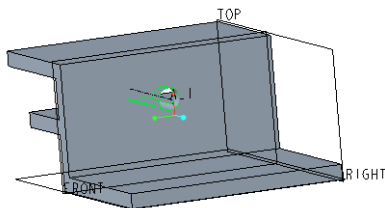

图 4-7 创建一个简单直孔
- 8 在“孔”选项卡中单击“完成”按钮, 完成该简单直孔的创建，如图 4-7 所示。